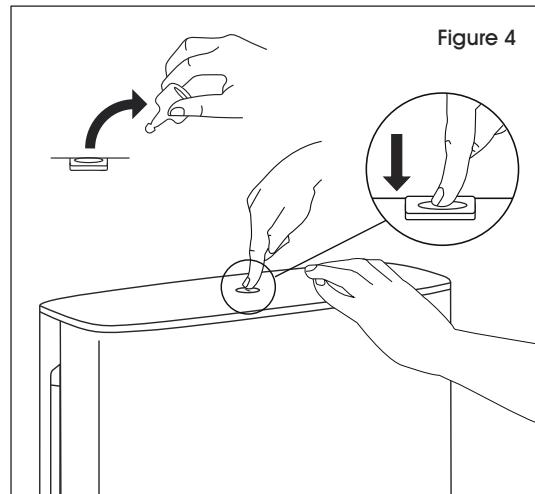

Figure 4
3. Retirez la clé et appuyez sur la serrure pour ouvrir le distributeur. (Voir Figure 4)